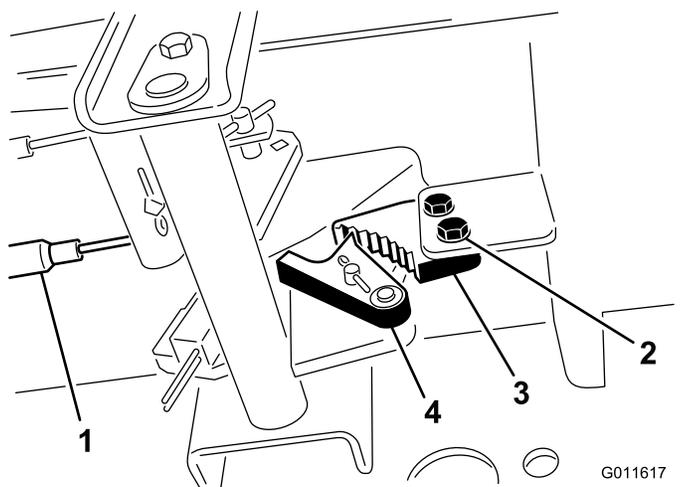

Рисунок 65
1. Ослабьте два винта крепления защелки стояночного тормоза к раме (Рисунок 65).
2. Нажмите педаль тормоза вперед, пока углубление тормоза не войдет полностью в зацепление с защелкой тормоза (Рисунок 65).